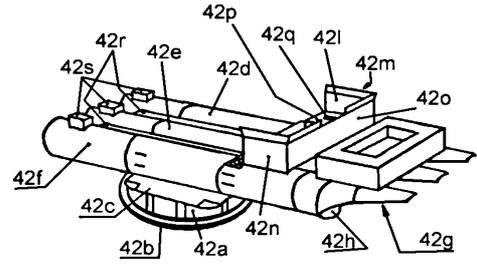

Abbildung 9
**Bauteilgruppe 42** (zwei 53,3-cm-Drillings-Torpedosätze, 42 – 42v), auf Bogen 1a, Abbildung 9